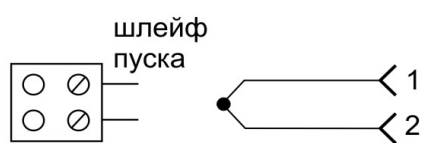

Рисунок 4. Схема подключения шлейфа пуска к клеммной колодке МПП (р-вз)-8
6.5 Перед началом установки модуля необходимо проверить наличие и соответствие уплотнительного кольца для кабеля линии пуска и соответствие кабеля требованиям п. 8.4. Порядок подключения модуля к линии пуска показан на рис. 4.